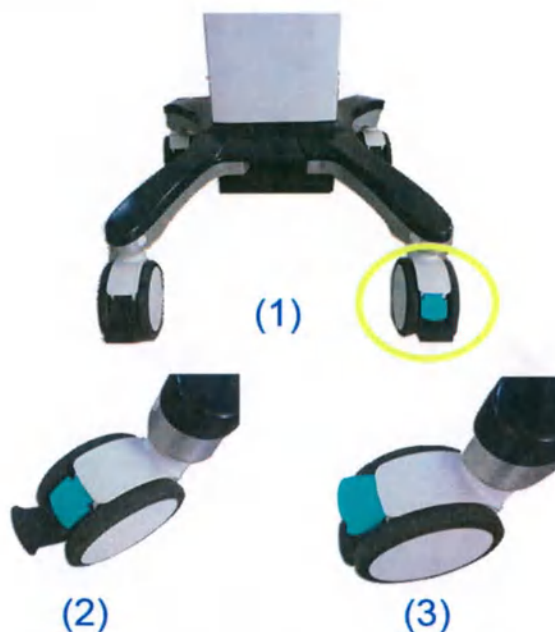

Рис. 3-30. Зеленая педаль тормоза
Если повернуть все четыре колеса в одном направлении, как показано на Рис. 3-30 на стр. 3-41 (1), то при нажатии зеленой педали тормоза тележка будет двигаться по прямой линии.